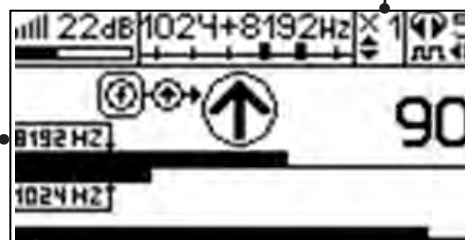

Рис.8.4
По направлению «стрелки» можно отличить «свой» сигнал от «чужого», поскольку направление тока в «своей» коммуникации противоположно «перенаведенным» токам, протекающим по «чужим» коммуникациям. Направление сигнала - вперед (↗) является условным понятием и «назначается» оператором для данного положения датчика относительно данной трассы, которое фиксируется оператором по метке в виде красного винта (рис.8.4), расположенной на одной из сторон датчика ЭМД-247.
4. «Назначение» производится нажатием кнопки **f** при расположении датчика точно над «выделенной» коммуникацией, считающейся «своей». После этого указатель направления сигнала приобретает вид - (↘). При переходе на «чужую» коммуникацию с другим «направлением сигнала» (или при изменении положения датчика на «обратное») прозвучит уведомление и стрелка покажет «направление сигнала - назад (↙)» (рис.8.4)
**Методика:** Производя трассировку с применением ЭМД на низкой активной частоте (512Гц / 1024Гц) (**см. раздел активный трассопоиск**), наблюдать за уровнем сигнала. Локальное повышение и резкое уменьшение уровня указывают на вероятность наличия дефекта изоляции. (**рис. 8.4**) При этом величина сигнала может меняться по различным причинам: положение датчика, глубина залегания кабеля, наличие мешающих конструкций, поэтому таким методом можно обнаружить лишь «низкоомные» дефекты сопротивлением менее 1кОм.